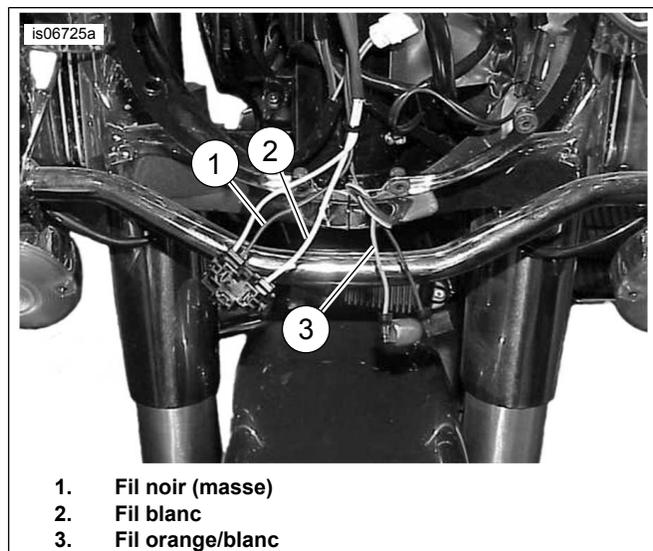

Figure 21. Fils pour les connexions de l'émetteur (modèles FLHR de 2013 et plus anciens)
- a. **Modèles Touring FLHR 2013 et antérieurs** :Voir la figure 21. Couper les fils noir (1) et blanc (2) de phare **à l'intérieur de la nacelle**, en décalant un peu les longueurs pour éviter que les raccordements ne soient en contact.